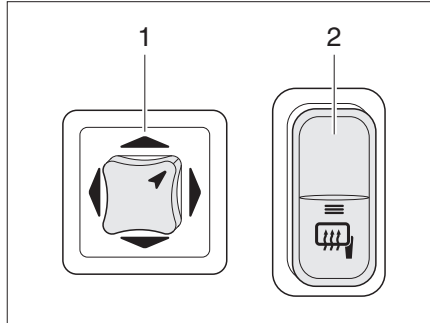

Fig. 23 Commutateur pour rétroviseurs extérieurs à réglage électrique et leur chauffage
- Sélectionner le rétroviseur qui doit être réglé. Pour ce faire, tourner l'interrupteur tournant (Fig. 23,1) vers la gauche ou la droite.
- Régler le rétroviseur en appuyant sur l'interrupteur (Fig. 23,1) dans la direction correspondante.
- Appuyer sur l'interrupteur (Fig. 23,2). Le voyant de contrôle dans l'interrupteur s'allume en orange et indique le fonctionnement.